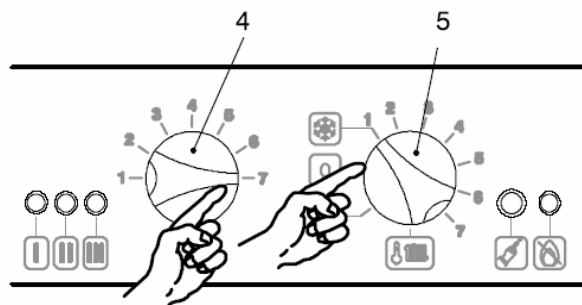

Fig. 7.1.
5. Установите селектор поз. 5 в положение, как показано на рис. 7.1.
6. Поверните селектор регулировки температуры ГВС поз.4 на максимум а положение, как показано на рис.7.1